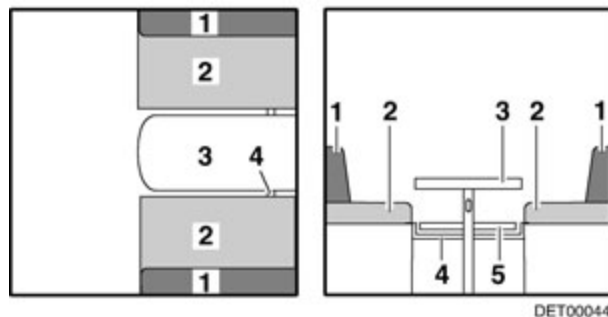

Fig. 82 Antes de la transformación
- Transformar la mesa (Fig. 82,3) en base de cama (ver apartado 7.7).
- Meter el listón (Fig. 82,4) o tirarlo hacia dentro. El listón tiene la posición correcta cuando soporta el tablero de mesa aprox. 15 - 20 cm detrás de la pata de mesa.